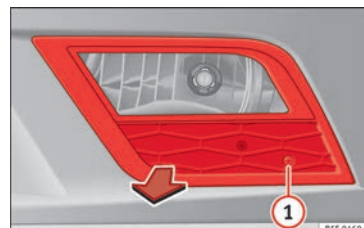

Fig. 95 Faro antiniebla.
- Retire el tornillo » **fig. 95 1** de la rejilla del faro antiniebla, precisando para ello un destornillador.